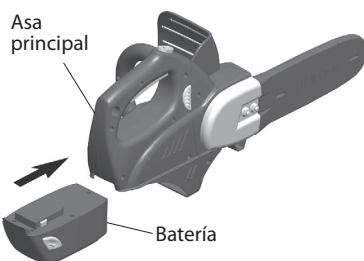

Figura 7 - Mango principal del cabezal motriz ensamblado
3. Deslice la batería en el mango principal hasta que los botones de desenganche “se cierren a presión” (vea la figura 7).